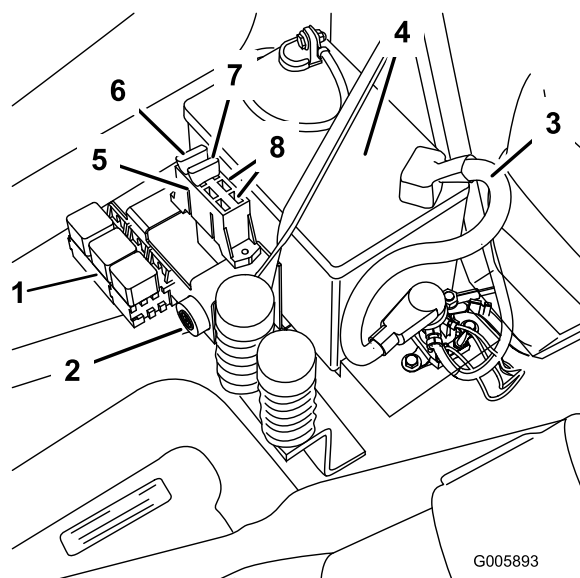

Figura 45
1. Levante el asiento para tener acceso al portafusibles (Figura 45).
2. Para cambiar un fusible, tire del fusible para retirarlo (Figura 45).